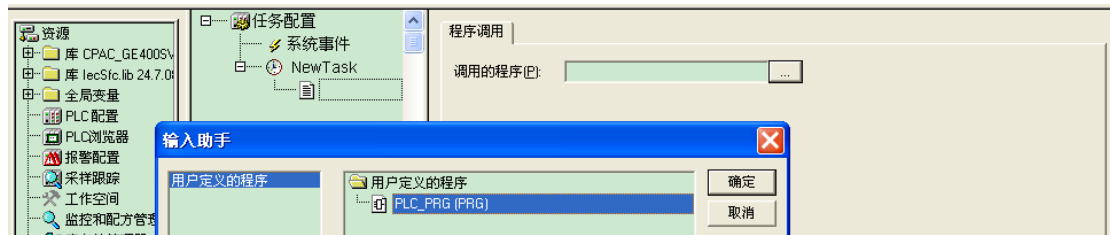

图 3-16
4) 单击“...”弹出如图3-16 所示的窗口，选择程序，单击“确定”即可。